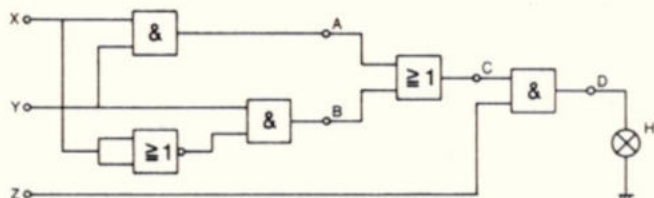

Fig. 12.
3. In fig. 12 is een schakeling voor digitale signalen gegeven, waarbij de lamp H brandt als er een logische „1” aan de uitgang D staat.